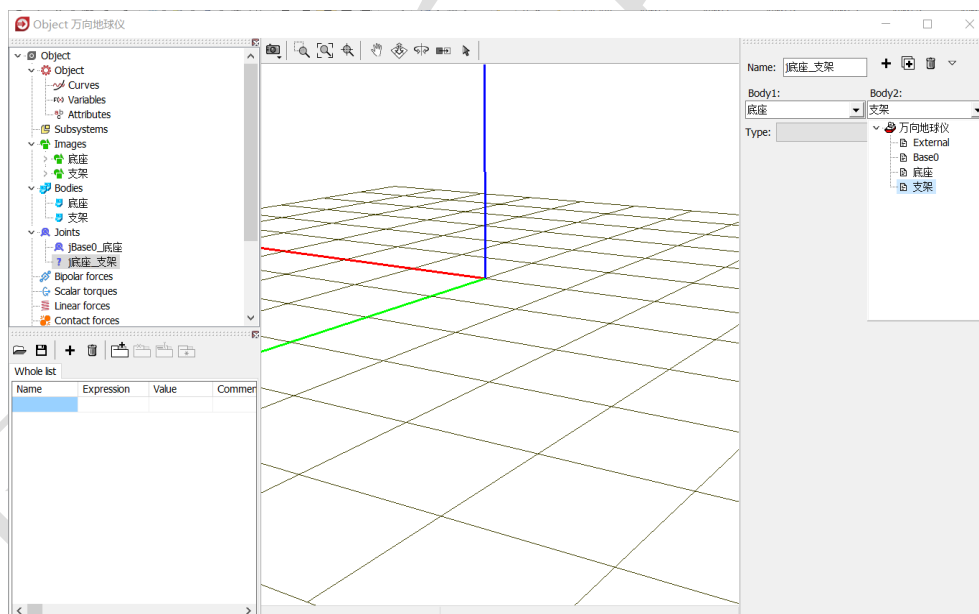

图 2-23
8) 然后从 **Body1** 下拉菜单选择**底座**，从 **Body2** 下拉菜单选择**支架**，系统会自动将该铰重命名为 **j 底座_支架**，如图 2-23。